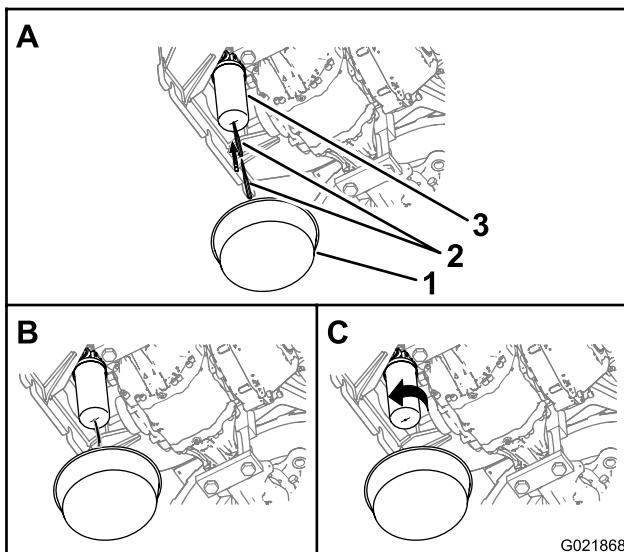

Bild 95
Hinweis: Der Hydraulikrücklauffilter ist von der Unterseite des Maschinenhecks zugänglich (Bild 95).
- Stellen Sie einen Behälter unter den Hydraulikdruckfilter (Bild 95).
Behälter ablaufen (Bild 95).
nehmen ihn ab (Bild 95).